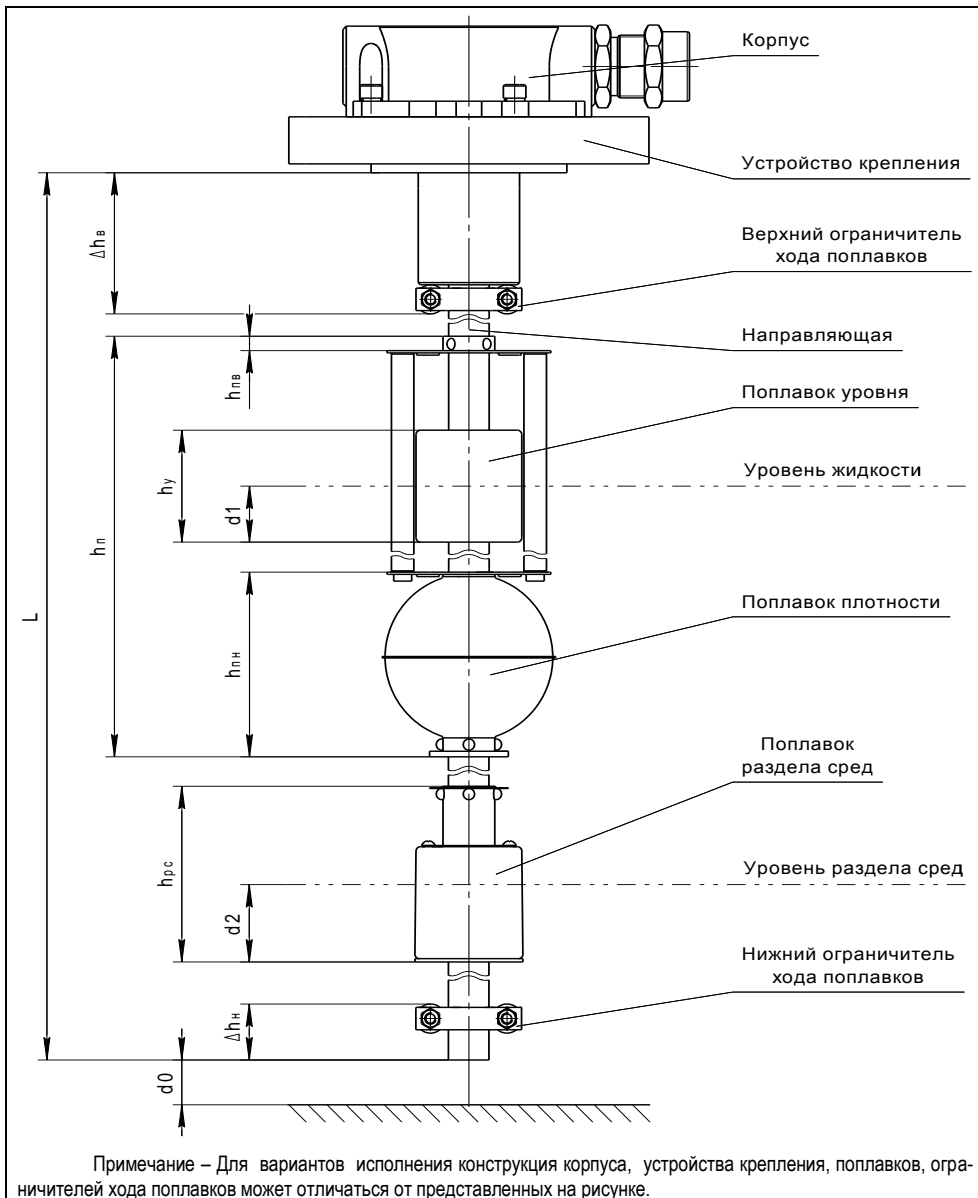

Рисунок 1
1.2.1 Длина направляющей L (см. рисунок 1) определяется заказом в пределах от 500 до 2500 мм.
1.4.1 Преобразователь (см. рисунок 1) состоит из корпуса, соединённого с устройством крепления и направляющей, на которой устанавливаются поплавки уровня, плотности, раздела сред и ограничители хода поплавков.